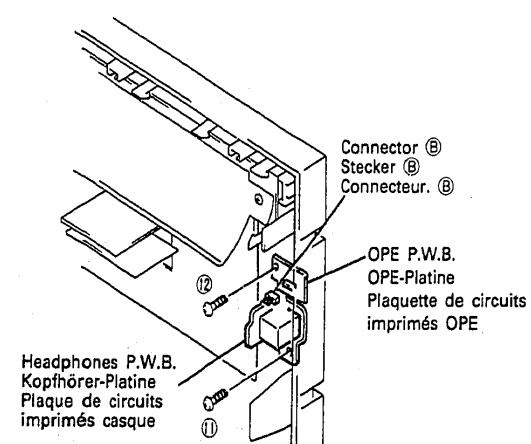

Fig. 6 Abb. 6
7. **Kopfhörer-Platine (Abb. 6)**
8. **OPE-Platine (Abb. 6)**
7. **Plaque de circuits imprimés casque (Fig. 6)**
8. **Plaque de circuit imprimés OPE (Fig. 6)**